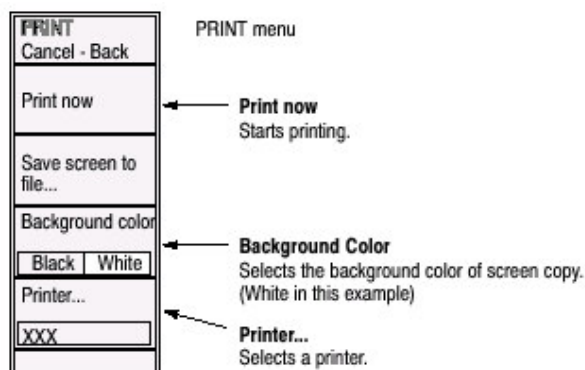

图 3-92 打印指令
3. 使用 Background Color 侧面键，选择 Black 或 White 背景颜色，见图 3-92。